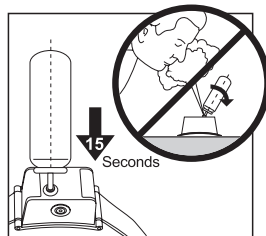

Rys. 2
2. Odsłonić pokrywkę na gnieździe USB (4) i podłączyć dostarczony kabel USB do urządzenia (rys. 2).